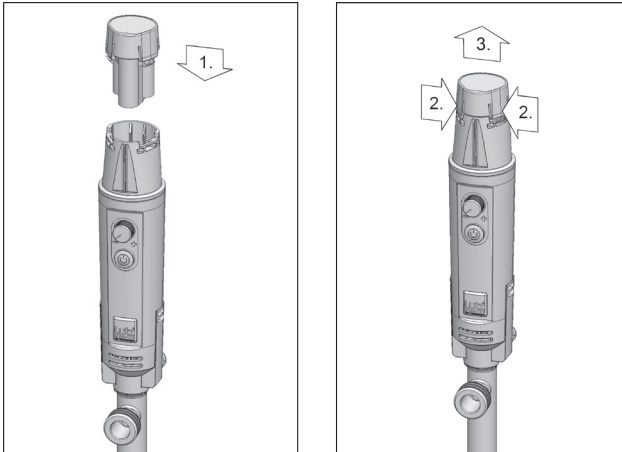

Fig. 5: Motor B1 Battery - inbouw/uitbouw van de accu
- ▶ Accu in de motor B1 Battery plaatsen (→ Fig. 5, Pos. 1).
- ▶ Om de accu te verwijderen, eerst de sluitingen indrukken om daarna de accu los te maken (→ Fig. 5, Pos. 2).
- Accu kan eruit getrokken worden (→ Fig. 5, Pos. 3).